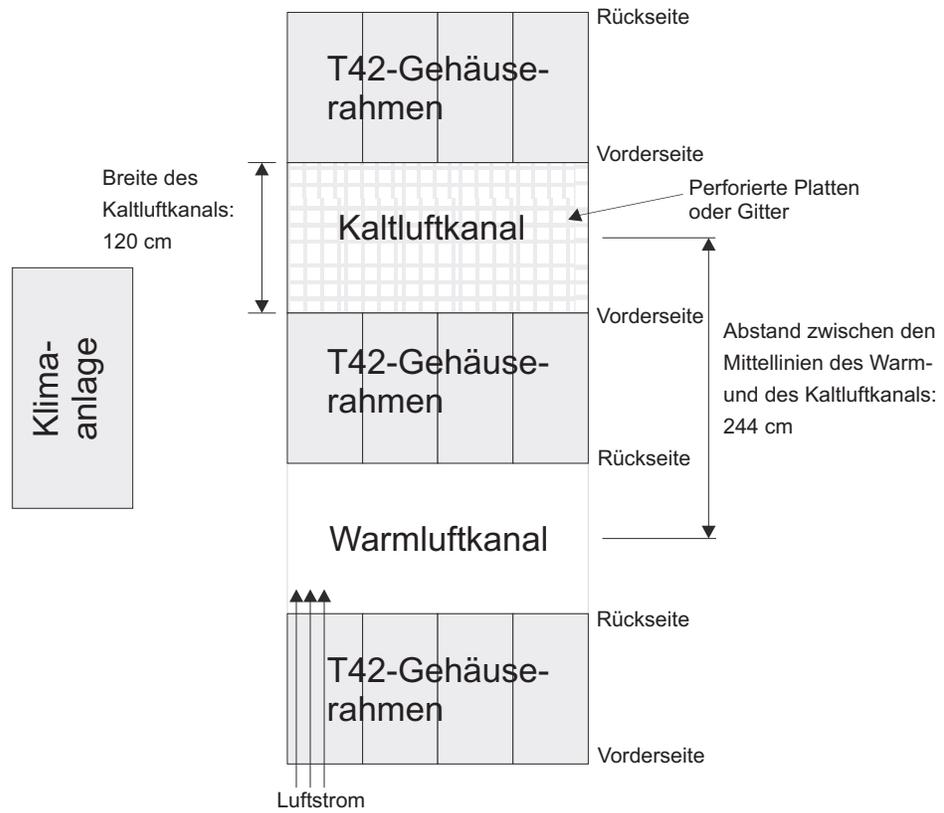

Abbildung 12. Beispiel einer Kaltluftkanal-/Warmluftkanal-Gehäusekonfiguration
- Die Luft strömt an der Vorderseite des Gehäuserahmens ein und strömt an der Rückseite wieder aus. Um zu vermeiden, dass die aus dem Gehäuserahmen ausströmende Luft in die Einlassöffnung eines anderen Bauteils einströmt, müssen Sie die Gehäuserahmen in entgegengesetzter Reihenfolge positionieren, d. h. Rückseite zu Rückseite und Vorderseite zu Vorderseite. Diese Anordnung wird als "Kaltluftkanal-/Warmluftkanal"-Konfiguration bezeichnet und ist in Abb. 12 auf Seite 19 dargestellt.
- Wenn die Gehäuserahmen in Reihen und Vorderseite zu Vorderseite oder Rückseite zu Rückseite angeordnet sind, muss ein Abstand von mindestens 120 cm für den Kaltluftkanal zwischen den Reihen eingehalten werden (siehe Abb. 12 auf Seite 19).